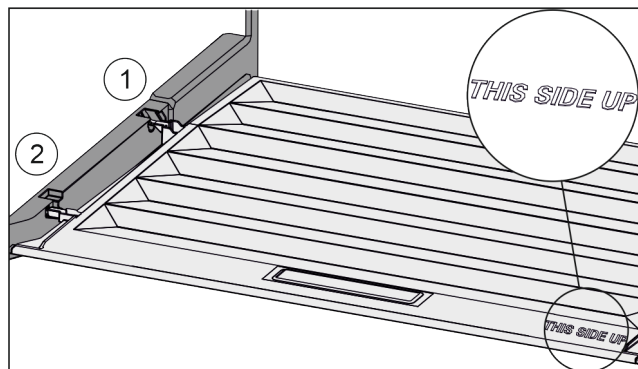

Fig. 40
- Inserire le nervature del coperchio attraverso l'apertura del supporto posteriore Fig. 40 (1) e innestare anteriormente nel supporto Fig. 40 (2).